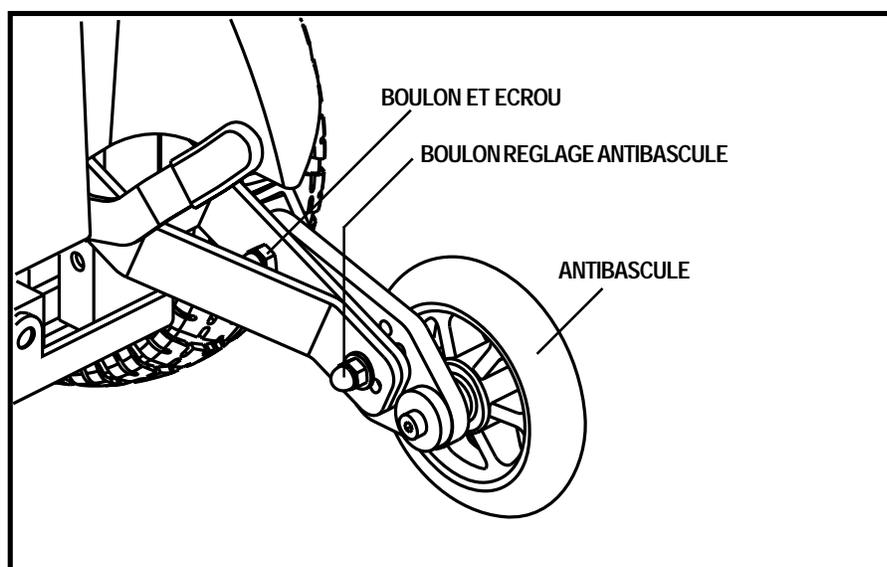

Figure 31. Module de roulette antibascule
2. Desserrez le boulon et l'écrou qui fixent le ressort de l'antibascule à son support. Voir la figure 31.